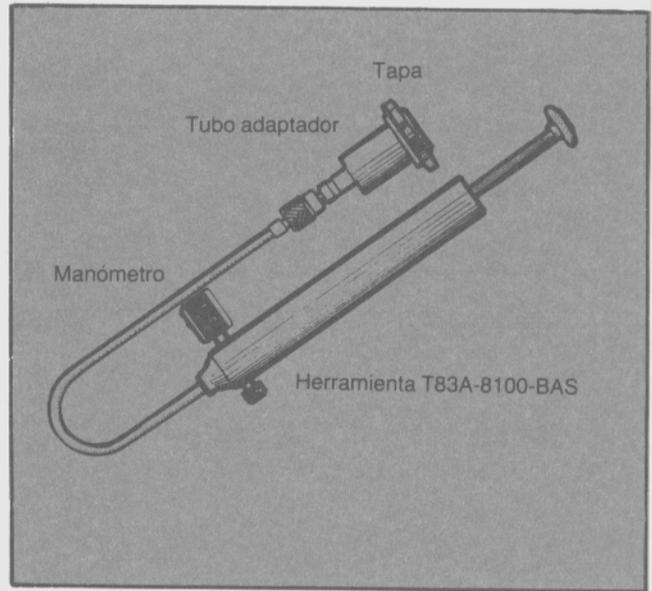

Fig. 1 - Comprobación de la tapa del depósito.
- Instalar la bomba del analizador en el otro extremo del tubo adaptador (Fig. 1).